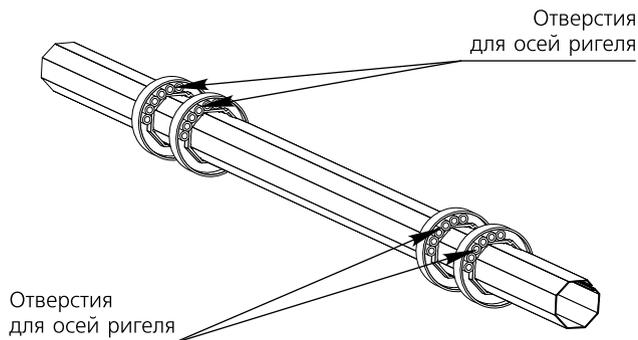

Рисунок 11. Установка колец на вал.
1. Установить ригельные кольца на октогональный вал (до монтажа вала в роллету) из расчета 2 кольца на один ригель, при этом обратить внимание на то, чтобы все кольца были одинаково сориентированы (рис.11).